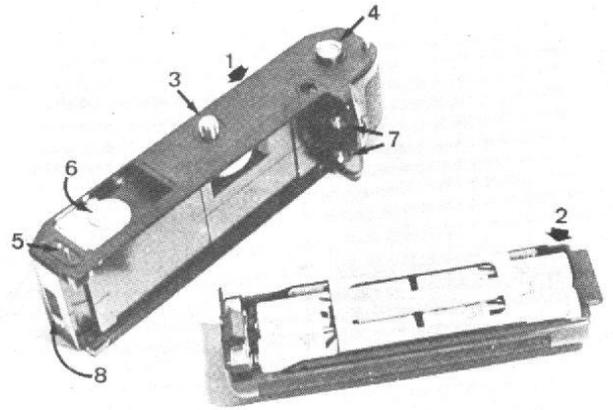

Fig. 29
Nous avons déjà énuméré ses caractéristiques principales. La photographie de la figure 29 montre les deux parties de ce bloc-moteur : en (1), le moteur lui-même, et ses engrenages démultiplificateurs ; en (2), le tiroir porte-piles. La fixation contre la semelle du Canon AE1 s'effectue par l'intermédiaire de la vis (3) qui vient se loger dans l'écrou de pied. La sortie moteur (4) accroche les engrenages du boîtier de l'appareil, tandis que les contacts d'asservissement se retrouvent en (5). On remarquera le très astucieux dispositif de rangement du bouchon (6), normalement vissé sur la semelle de l'appareil quand on n'utilise pas le moteur. Enfin, la liaison électrique entre le tiroir porte-piles et le bloc moteur est assurée par les contacts (7), tandis que le commutateur à glissière (8) commande la mise sous tension.